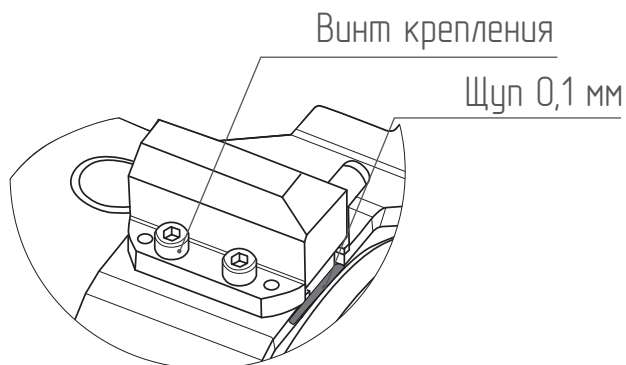

Рис. 6
- Между фланцем и вилкой включения установите щуп 0,1 мм, по всей плоскости прилегания вилки (**Рис. 6**).